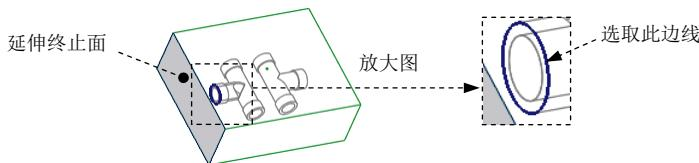

图15.23 选取延伸边
(1) 按住 Shift 键，选取图 15.23 所示的复制边线。
- (2) 单击**分型面**功能选项卡**编辑**▼区域的**延伸**按钮，此时出现**延伸**操控板。
- (3) 选取延伸的终止面。在操控板中按下按钮。选取图15.23所示的坯料的表面为延伸的终止面。
- (4) 单击**完成**按钮，完成延伸曲面的创建。